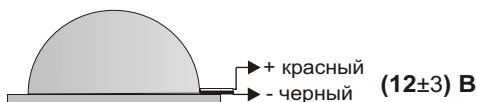

Рис.2 Схема подключения устройства “СИ-1”.
5.1. Перед установкой необходимо проверить внешний вид устройства на наличие повреждений и проверить работоспособность следующим образом: подключить источник питания (типа Б5-7) к выводам устройства (рис.2), предварительно установив напряжение питания (12±3) В. При этом должны мигать светодиоды устройства.
5.2. На рис.2 показана схема подключения “СИ-1”